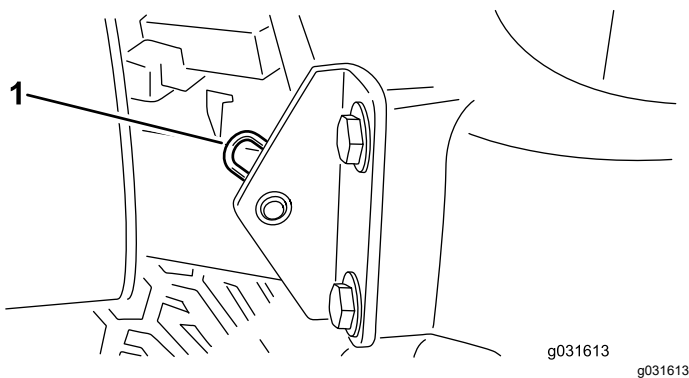

Bild 77
2. Entfernen Sie den Splint, mit dem das Gelenk der Motorhaube an den Befestigungshalterungen befestigt ist (**Bild 77**).